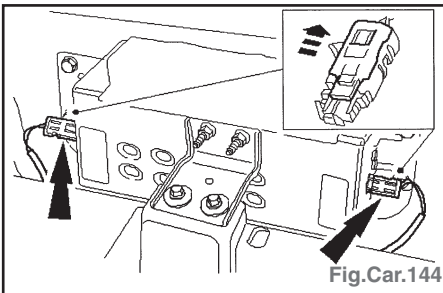

Fig.Car.144
- Débrancher les connecteurs de module airbag passager (Fig.Car.144).